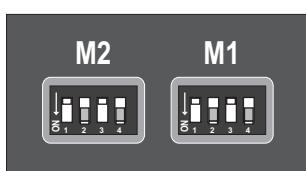

Fig.1
- Set the type of Key Automation S.r.l. motors (table 1) where the module 900MAS200S will be used, by means of the 4 microswitches located on the top (Fig.1). Repeat the combination for both motors.
- Déterminer la typologie des moteurs Key Automation S.r.l. (tab. 1), avec lesquels le module 900MAS200 sera utilisé, en agissant sur les 4 micro-interrupteurs placés sur le côté supérieur (Fig.1).